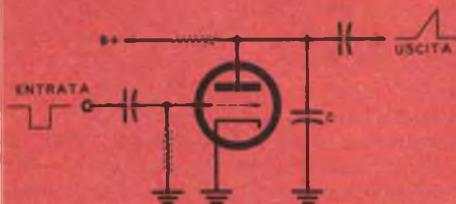

Fig. 4
**Dente di sega.** — Il circuito di fig. 4 produce un'uscita a dente di sega quando in ingresso è applicato un impulso negativo. Poichè il tubo lavora senza polarizzazione, assorbe una considerevole corrente anodica e la maggior parte della tensione d'alimentazione cade nella resistenza di carico.